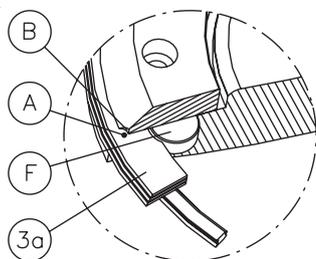

FIGURA 6
11. Riposizionare l'anello di tenuta (3a) sul disco dal lato albero del corpo. Per posizionare correttamente l'anello di tenuta, fare riferimento alla figura 6: allineare la scanalatura interna dell'anello di tenuta (3a) alla spina di riferimento (F).
12. Assemblare la flangia di tenuta (2b). Fare riferimento alla figura 6: assicurarsi che l'impronta sul bordo della flangia di tenuta (B) sia allineata con la spina di riferimento (F).
17. Aprire il disco di pochi gradi e serrare tutte le viti della flangia di serraggio (2c), utilizzando una chiave dinamometrica. Utilizzare un valore di coppia dalla tabella 2 (fare riferimento alla figura 6).
Fare riferimento alla Figura 6: